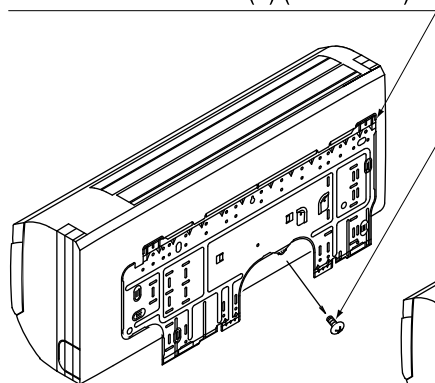

Fig. 3
- (1) Retirez le panneau d'installation (1) de l'unité, puis fixez l'unité au mur (le panneau d'installation est fixé de manière temporaire sur l'unité intérieure à l'aide de vis (pour le type 100 uniquement)) (reportez-vous à la fig. 3).
- (a) Déterminez l'emplacement du trou de fixation du panneau d'installation (1).
- (b) Fixez temporairement le panneau d'installation (1) en position de fixation temporaire à l'aide du trou et utilisez un niveau pour vous assurer que le panneau est de niveau ou que le côté du flexible d'évacuation du panneau est légèrement incliné vers le bas.